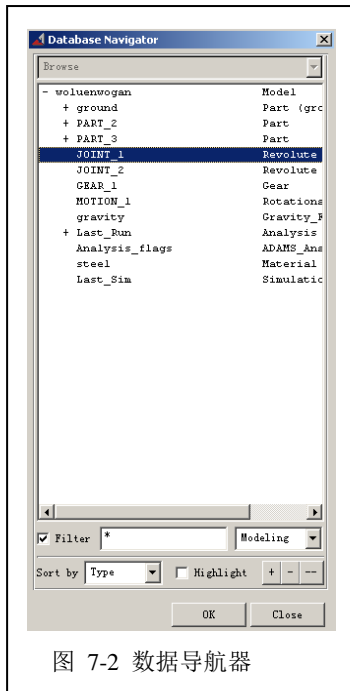
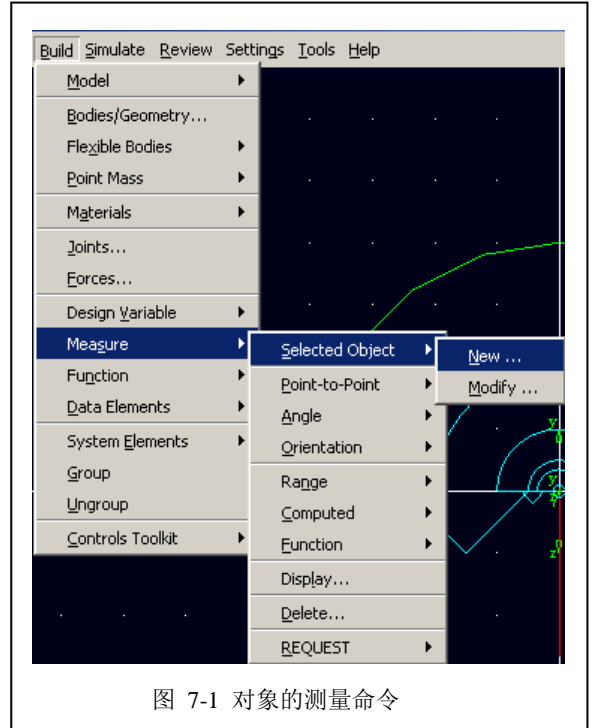

图 7-2 数据导航器
图 7-1 对象的测量命令
7.1 在 ADAMS/View 菜单栏中, 选择 **Build**→**Measure**→**Selected Object**→**New**, 如图 7-1 所示, 弹出数据导航器 (Database Navigator) 对话框, 并从中选择需要测量的对象 JOINT\_1。如图 7-2 所示。然后点击对话框下面的 OK 键进行确定。